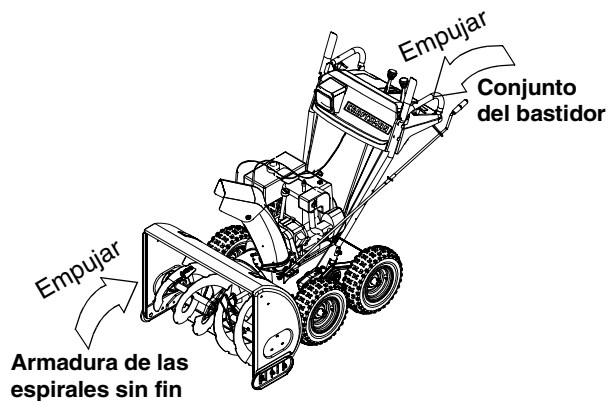

Figura 30
- Nivele el conjunto del bastidor e incline hacia adelante la armadura de las espirales sin fin para alinear los pernos prisioneros con los orificios correspondientes a ambos lados del conjunto del bastidor. Empuje el conjunto del bastidor completamente sobre los pernos prisioneros de la armadura de las espirales sin fin. Vea la Figura 30.